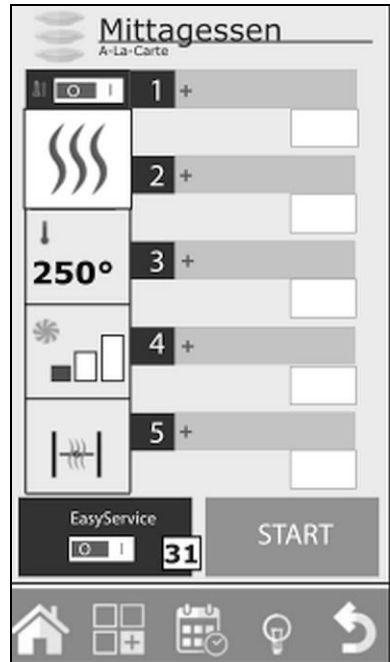

Abb. 37
1. Um Easy Service zu aktivieren, den stellen Sie den Schalter Easy Service (31, Abb. 37) auf die Position „I“.